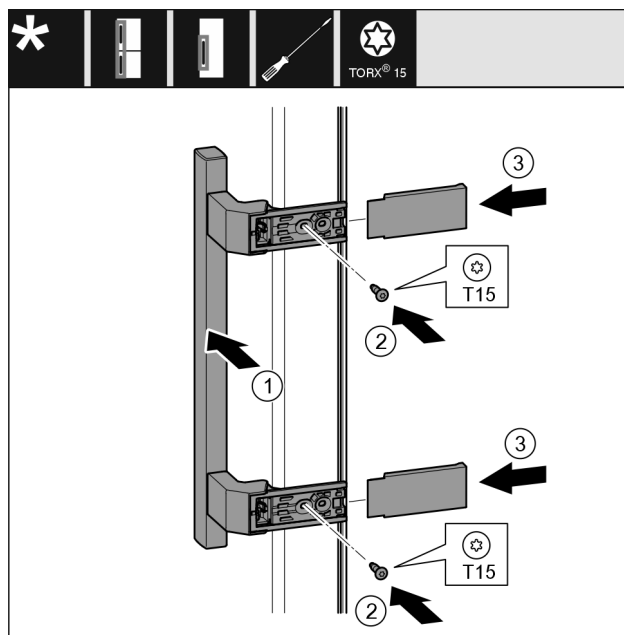

Fig. 22
- Nasadte madlo Fig. 22 (1) na protilehlé straně.
- Šroubovákem šrouby Fig. 22 (2) pevně utáhněte.
- Kryty Fig. 22 (3) bočně nasadte a nasuňte.